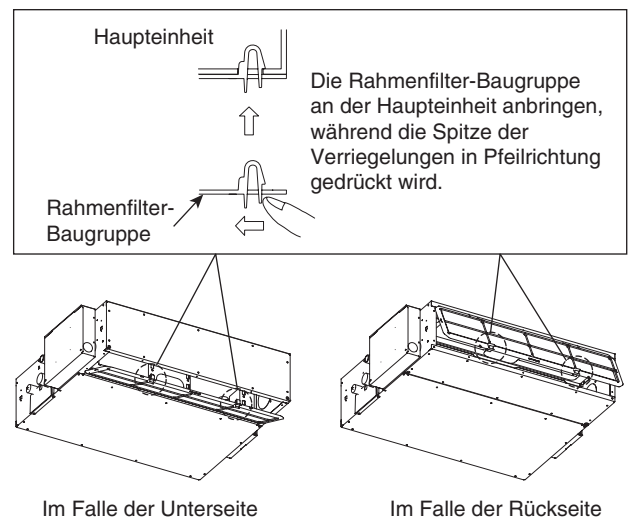

Abb. 3-6
- (3) Die Rahmenfilter-Baugruppe (mitgeliefert) wie in der Abbildung gezeigt anbringen. (Abb. 3-6)